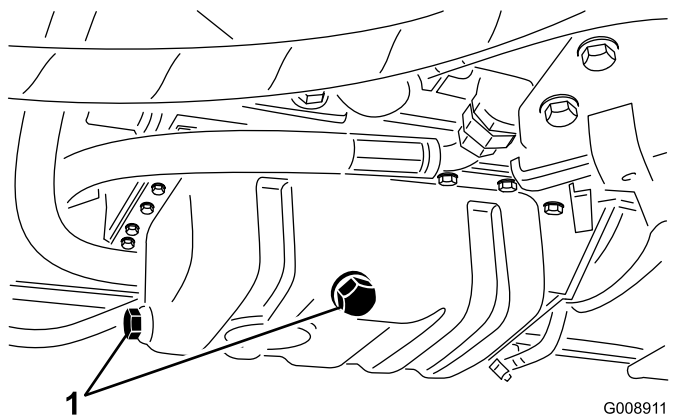

図 65
3. ドレンプラグのどちらか一方 (図 65) を外してオイルを容器に受け、オイルの流出がおわったらプラグを元通りに取り付ける。